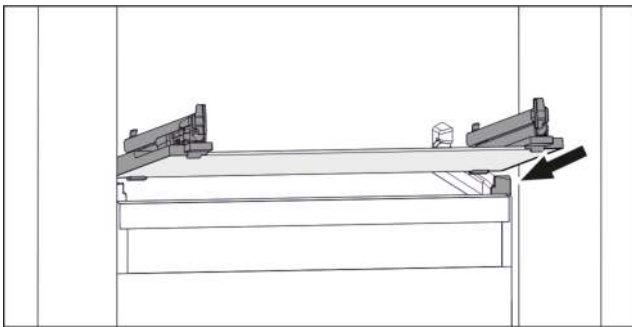

Fig. 113 Beispielhafte Darstellung der Glasplatte
- Glasplatte schräg hinter den Stopperrahmen aufsetzen. (siehe Fig. 113)